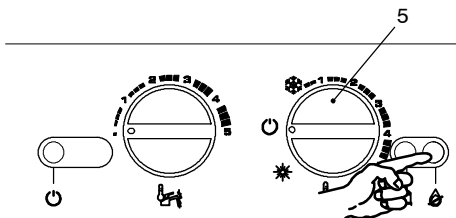
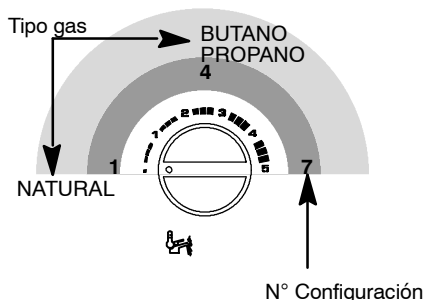

fig. 8.5
fig. 8.7
- 4 Mantener presionado el pulsador de restablecimiento caldera 6 durante, aproximadamente, 10 segundos; la lámpara de bloqueo en fig. 8.5 comenzará a centellear.
- 8 Para visualizar la configuración programada, hay que mantener presionado el pulsador de restablecimiento, que se indica en fig. 8.5 durante, aproximadamente, 5 segundos. Los indicadores luminosos de señalación centellearán un número de veces equivalente al número que se indica al lado de la descripción del tipo de gas (N° configuración) fig. 8.7
- 9 Para cambiar la configuración, hay que girar la manopla de regulación temperatura sanitarios y llevarla a la posición correcta; (por ejemplo: en la fig. 8.7 manopla configurada para Gas, GLP); la lámpara de señalación boqueo caldera centellea velozmente.